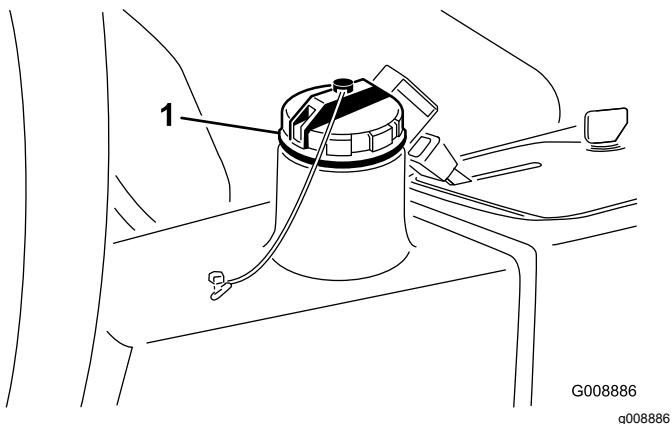

Figura 78
4. Llene el depósito (Figura 78) con aproximadamente 13,2 litros de aceite hidráulico; consulte Comprobación del sistema hidráulico (página 22).